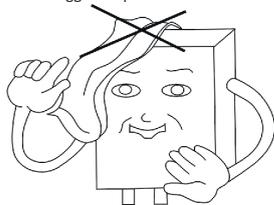

Fig.17
- Non collocare asciugamani o vestiti sopra lo scaldabagno. (Fig. 17)